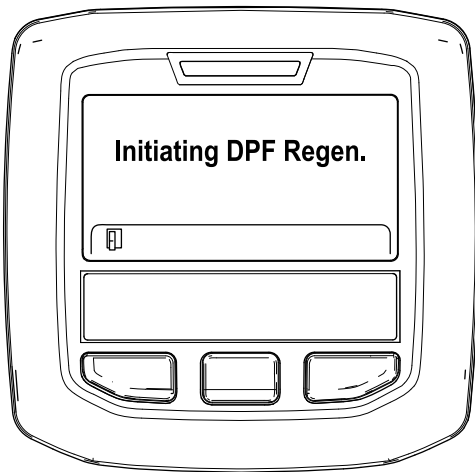

Figura 50
A. Se muestra el mensaje "Initiating DPF Regen." (Iniciando regeneración de DPF) (Figura 50).